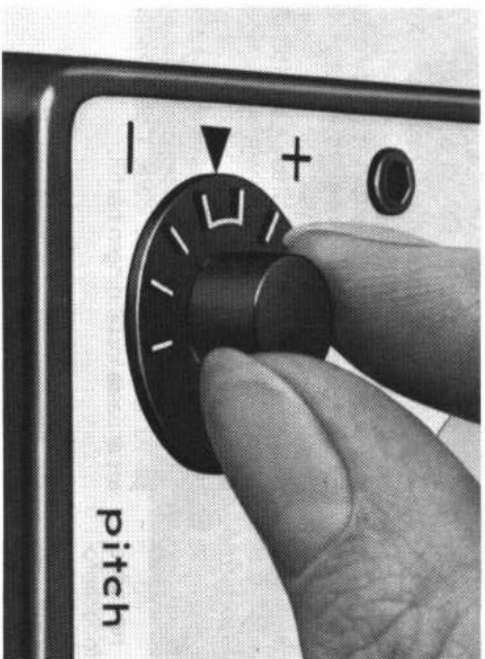

Fig. 25
Pitch control is correctly calibrated when with the platter speed set to exactly 33 1/3 rpm (lines on stroboscope disc appear to stand still) the marking on knob (2) is within the zero range of the scale (Fig. 25).
stehen) sich die Markierung am Drehknopf **(2)** innerhalb des Nullbereiches der Skala befindet (Fig. 25).